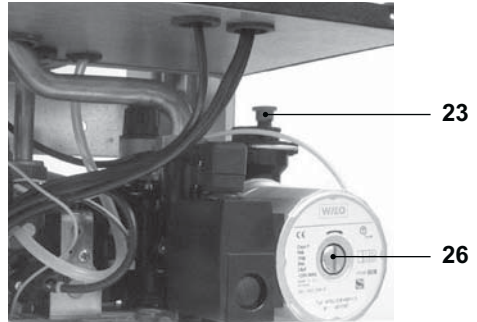

Fig. 6.2
- Afloje el tapón de la válvula de alivio automática 23 Fig. 6.2
- Extraiga el tapón 26 Fig. 6.2 y desbloquee la bomba girando el rotor con un destornillador. Durante esta operación purgue la bomba.